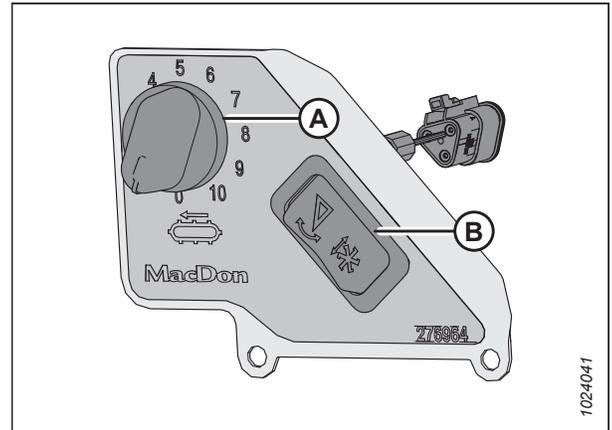

Figure 3.180: Commande de vitesse des tapis latéraux en cabine
Le commutateur (B) de la figure 3.180, page 163 permet à l'opérateur de basculer entre les commandes d'inclinaison de la plateforme et d'inclinaison avant-arrière du rabatteur. Pour obtenir des instructions sur les commandes, consultez Réglage de l'angle de la plateforme à partir de la moissonneuse-batteuse, page 158.